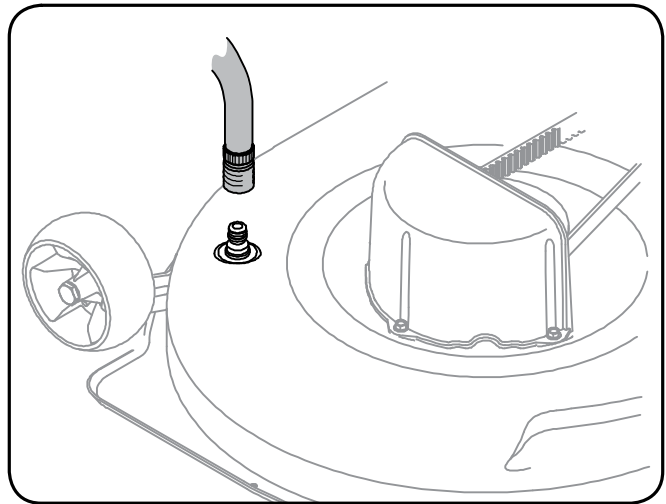

Figure 6-2
4. Attachez le raccord pour boyau d'arrosage à l'orifice aménagé sur la surface du plateau de coupe. Voir la Figure 6-2.